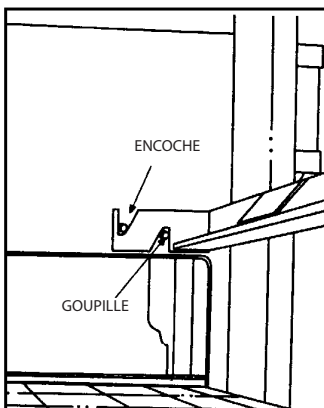

Figure 2
2. Tourner les ferrures de doigt jusqu'à ce que les encoches dans les ferrures reposent sur les goupilles de retenue. **(Voir Figure 2.)**